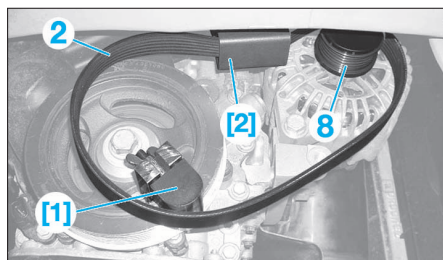

FIG. 23
• Positionner la courroie (2) sur la poulie de l'alternateur (8) (Fig.23).